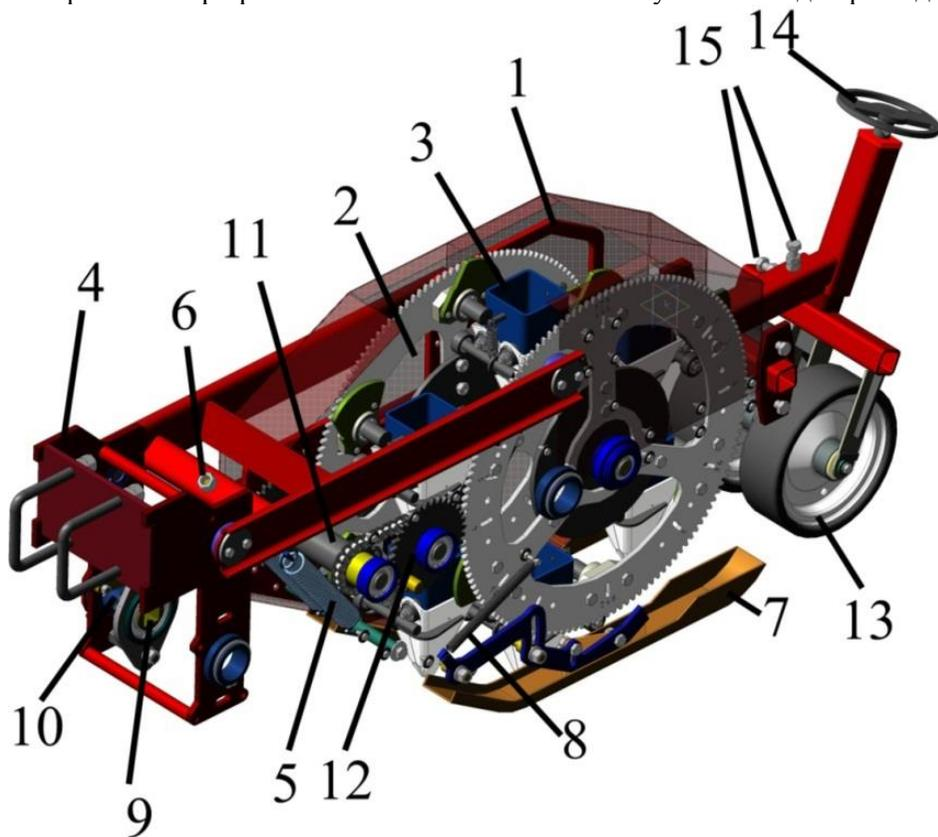
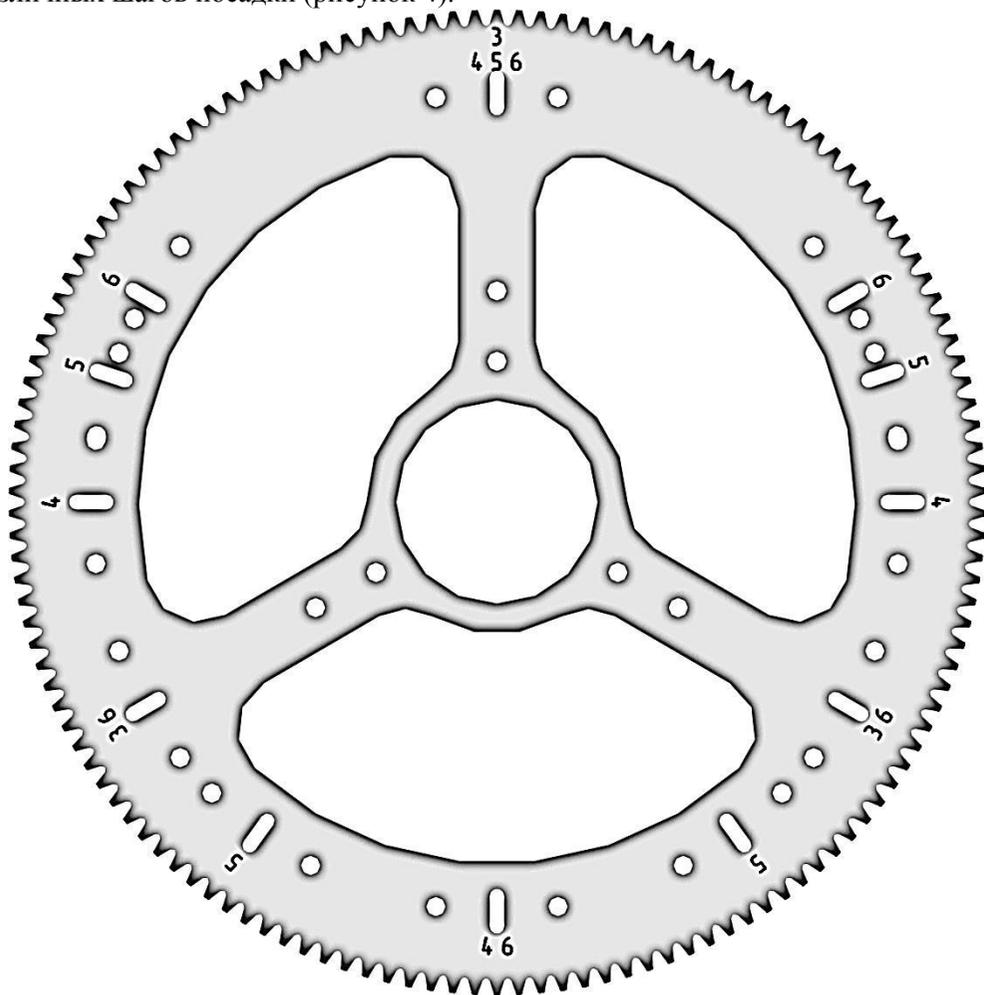
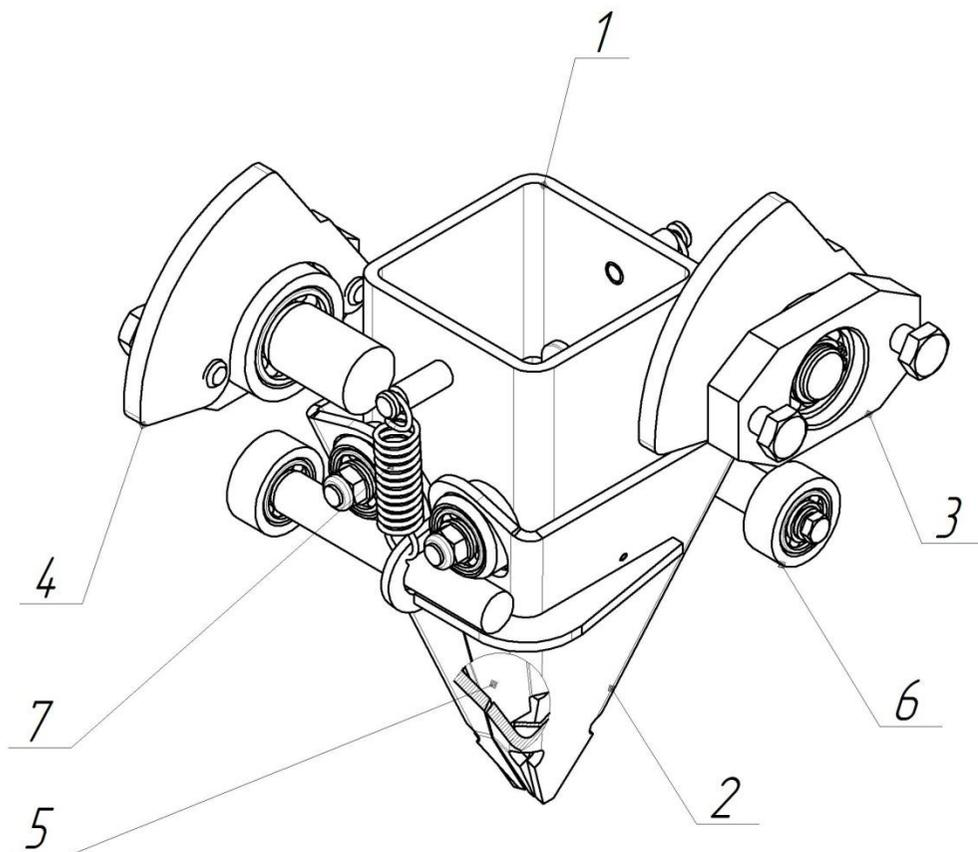

Рисунок 2 – Секция посадочная
Рисунок 4 – Шестерня ведомая
Рисунок 6 – МРЗ 03.000 Сошник высаживающий
**1.2.6 Посадочная секция** (рисунок 2) представляет собой корпус 1, в котором установлены ведомые шестерни 2, между которыми закреплены высаживающие сошники 3. Корпус секции установлен на параллелограммном механизме 4, тем самым обеспечивается копирование рельефа почвы при работе машины и постоянство глубины посадки рассады.
Момент прижима рассады в борозде зависит от влажности и состава почвы. На сыпучих почвах для исключения самопроизвольного засыпания растения устанавливается более ранний момент прижима. Регулировка осуществляется перемещением прикатывающих колёс 13 (рисунок 2) ближе или дальше от сошника в продольном направлении. Используйте для этой цели винты 15.
Количество установленных высаживающих сошников зависит от шага посадки рассады. Для правильной установки различного количества сошников на ведомых шестернях нанесены соответствующие числа, указывающие отверстия, на которые необходимо крепить сошники для различных шагов посадки (рисунок 4).
5.5.2 Нужная глубина устанавливается перемещением прикатывающего колеса 13 вверх или вниз (рисунок 2) вращением винта 14.
5.6.1 Момент прижима рассады в борозде зависит от влажности и состава почвы. На сыпучих почвах для исключения самопроизвольного засыпания растения устанавливается более ранний момент прижима. Регулировка осуществляется перемещением прикатывающих колёс 13 (рисунок 2) ближе или дальше от сошника в продольном направлении. Используйте для этой цели винты 15.
- в высаживающей секции установить требуемое число сошников. На заводе-изготовителе в каждой секции устанавливают по 6 сошников. При необходимости использования 4х или 5и сошников нужно снять защитные ограждения секции (см. рис.2), открутить 4 болта крепления сошника (см. рис.6) и переставить требуемое количество сошников в отверстия на шестерне, обозначенные соответствующей цифрой (см. рис.4). Для настройки машины на посадку с 3мя сошниками необходимо в каждой из секции снять по 3 сошника без перестановки.